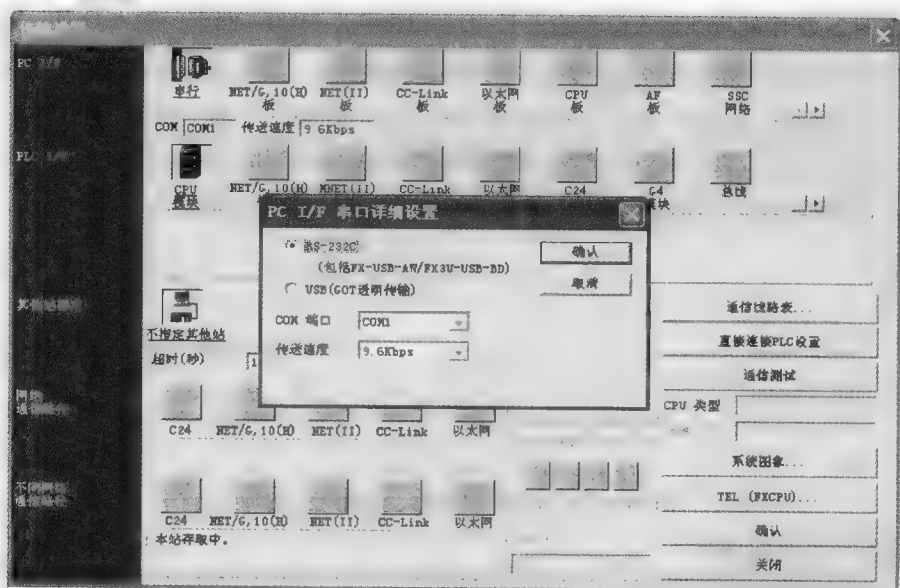

图 2-46 通信设置
(1) PLC 与计算机的连接 正确连接计算机(已安装好了 GX 编程软件)和 PLC 的编程电缆(专用电缆)，特别是 PLC 端口方向，按照通信口针脚排列方向轻轻插入，不要弄错方向或强行插入，否则容易造成损坏。
(2) 进行通信设置 程序编制完后，单击“在线”菜单中的“传输设置”后，双击“PC I/F”右侧图标，出现如图 2-46 所示的窗口，在“PC I/F”中需要设置连接端口的